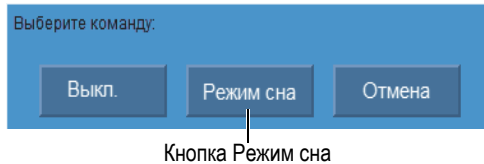

Рис. 3-3 Выбор режима сна
2. Выберите **Выкл.** (см. Рис. 3-3 на стр. 37).
Появится сообщение «Выберите команду» (см. Рис. 3-3 на стр. 37).